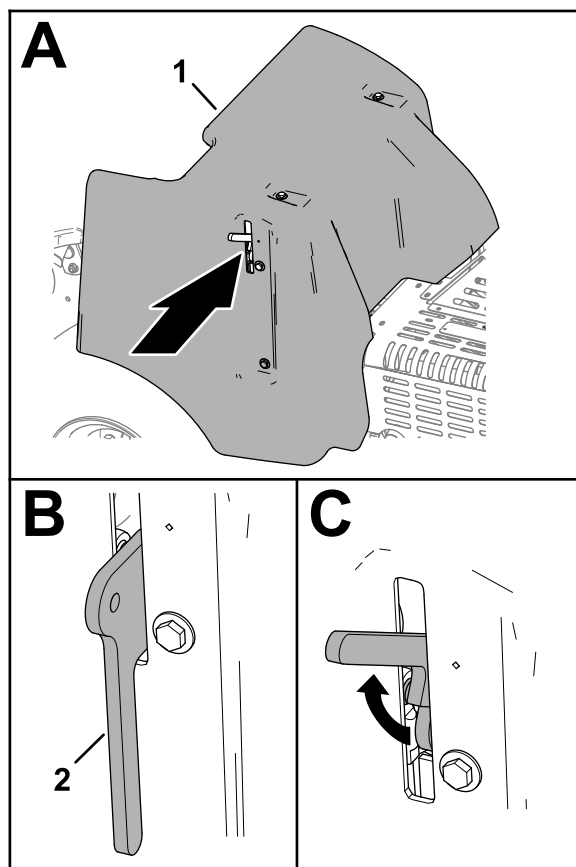

Figure 131
2. Soulevez la poignée de verrouillage (Figure 131).